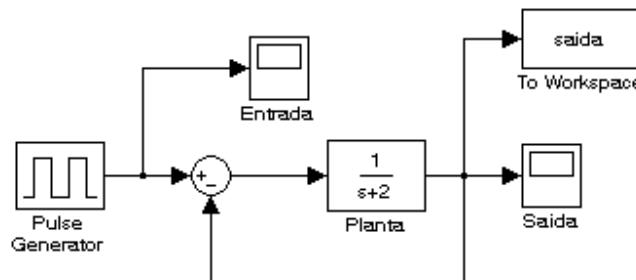

Figura 8.17: Sistema da atividade 8.2 g)
- g) É possível enviar os resultados de uma simulação para o *workspace* com o bloco **To Workspace** da biblioteca **Sinks**: o nome da variável criada no *workspace* é definido pelas propriedades do bloco. Simule o comportamento do sistema da figura 8.17 durante 10 segundos, ajustando o gerador de pulsos para um